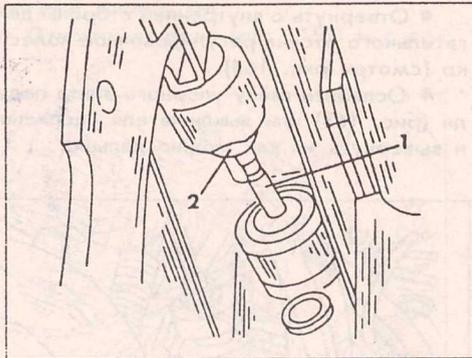

Рис. 165. Расположение штока (1) и контргайки (1) на главном цилиндре. Вид с нижней стороны автомобиля.
- Отрегулировать высоту педали на указанное выше значение. При этом ослабить контргайку штока главного цилиндра и повернуть плоскогубцами шток. На рис. 165 показано расположение штока и